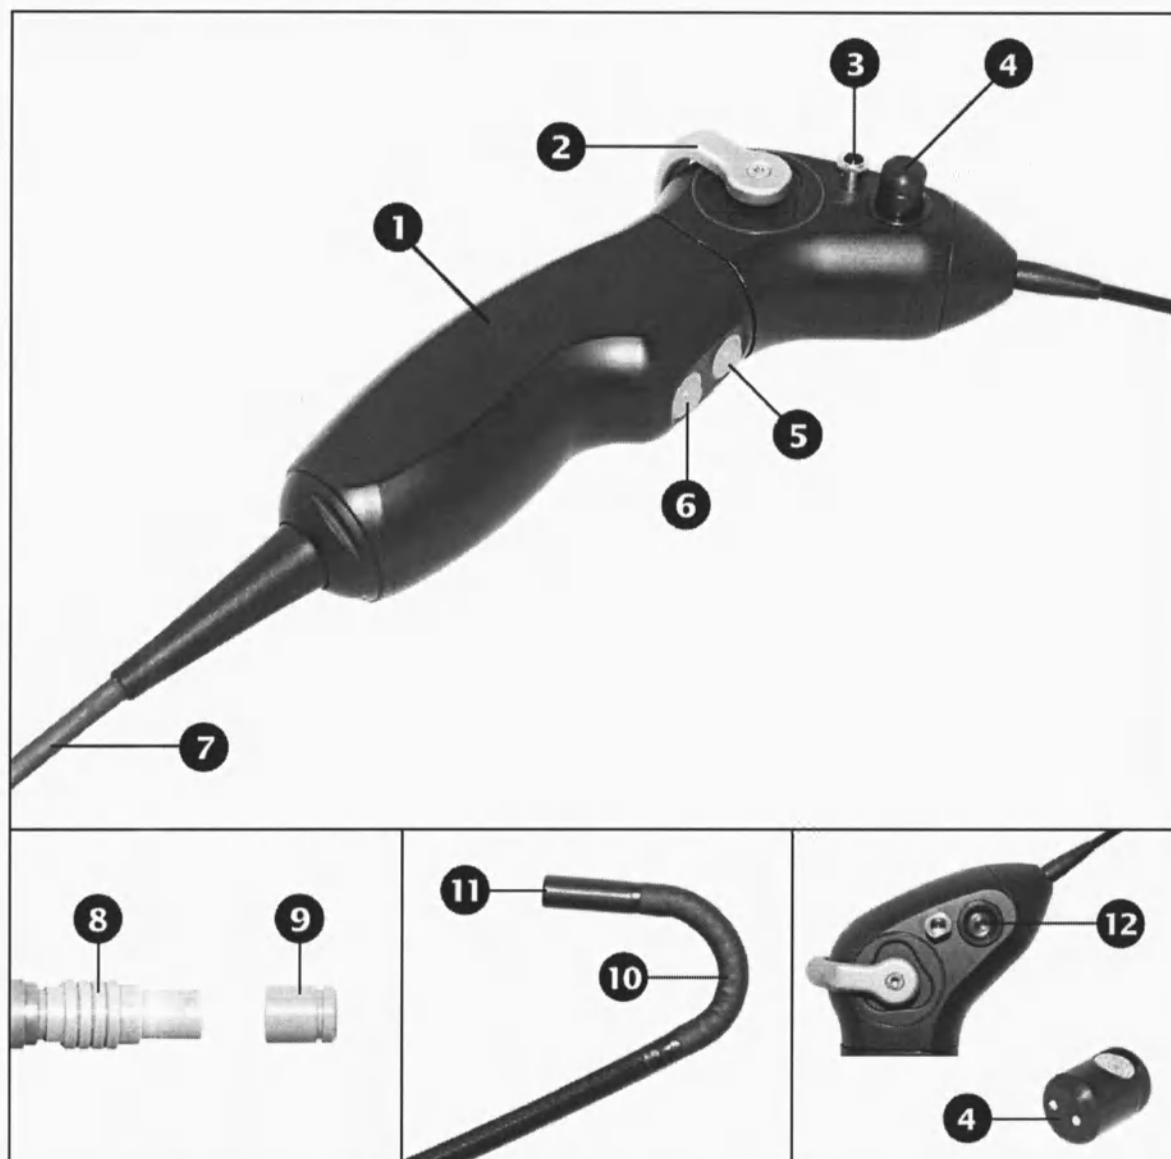

Рис. 9.
- 13. Разъём для подключения кабеля (Поз. 7 Рис. 9)